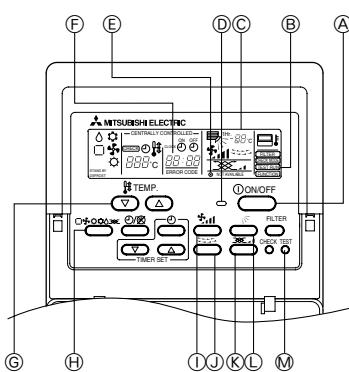

Fig. 7-1
7.2.1. Με ενσύρματο τηλεχειριστήριο (Fig. 7-1)
7.3.1. Για ενσύρματο τηλεχειριστήριο (Fig. 7-1)